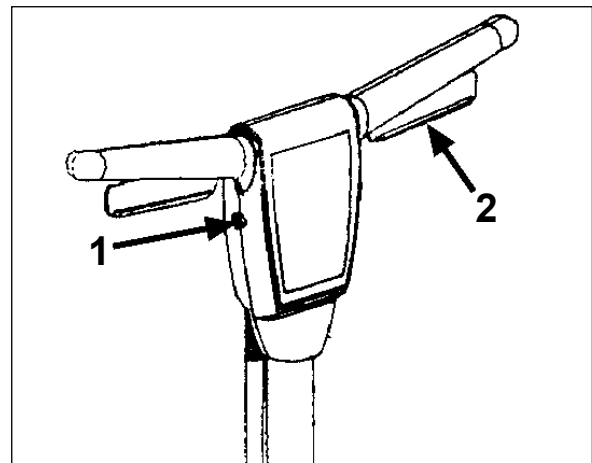

Figura 6
5. Pulse el botón de interbloqueo (1) y aplique presión a las palancas (2). Para detener la máquina, suelte las palancas (2). Consulte la figura 6.
3. Pulse el botón de interbloqueo (1) y aplique presión a las palancas (2). Para detener la máquina, suelte las palancas (2). Consulte la figura 6.